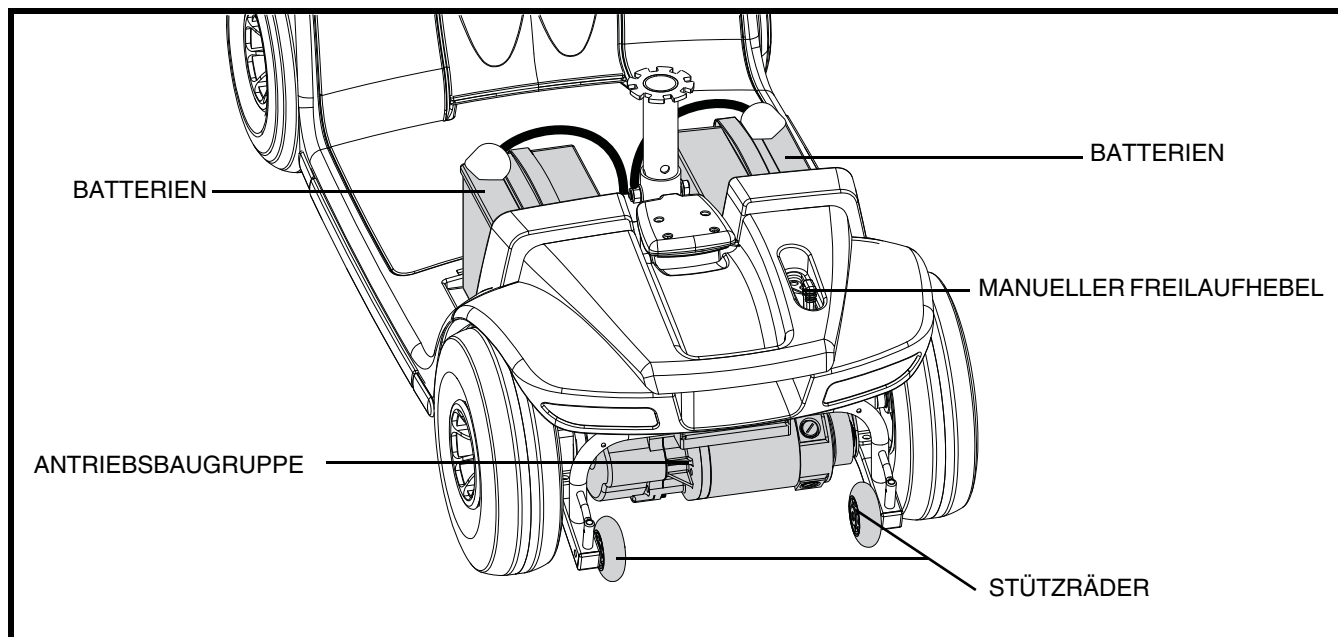

Abb. 9. Heckteil
Die Batterien, der Hauptunterbrechungsschalter (Rücksetzschalter), der manuelle Freilaufhebel, die Stützräder und die Motor-/ Getriebebaugruppe befinden sich im hinteren Teil Ihres Elektromobils. Siehe Abb. 9.
- Der manuelle Freilaufhebel befindet sich am Ende der Antriebsbaugruppe, rechts am Heck Ihres Elektromobil. **Siehe Abb. 9.**